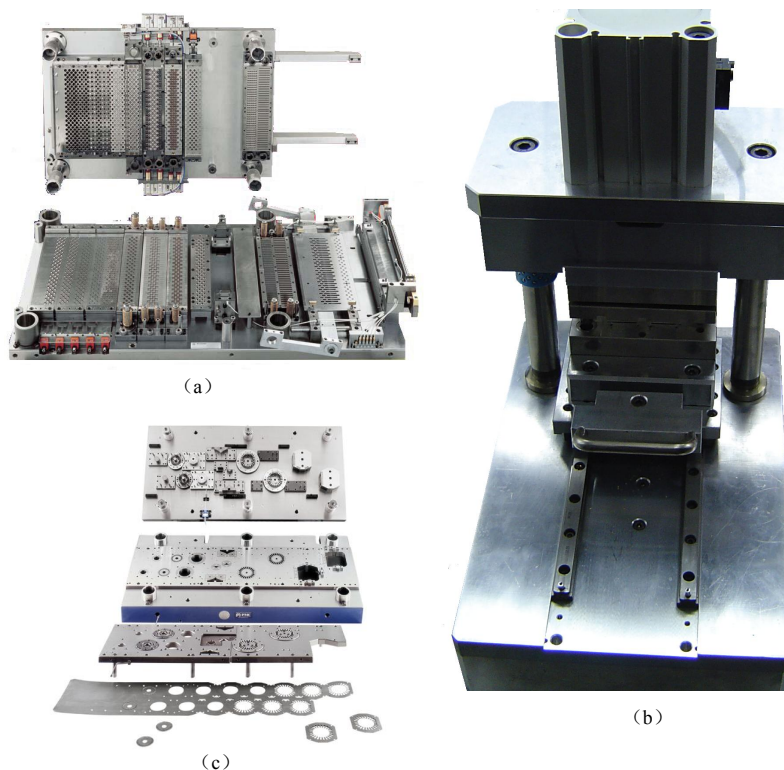

图 1-6 现代冲压模
① 发展高效模具：对于大批量生产用模具，应该向高效率发展。如果为了适应当前高速压力机的使用，应该发展多工位级进模以提高生产率，如图 1-6 (a) 所示的空调翅片级进模。
② 发展简易模具：对于小批量生产用模具，为了降低成本，缩短模具制造周期，应该尽量发展简易模具和组合模具，如图 1-6 (b) 所示的简易组合模。
③ 发展高寿命模具：高效率的模具必然需要高寿命，否则将造成频繁的模具拆装和整修，或需要更多的备模。为了达到高寿命的要求，除了模具本身结构优化以外，还要开发和新材料的选用和热处理、表面强化技术，如图 1-6 (c) 所示的马达铁芯硬质合金模。
④ 发展高精度模具：要实现模具的高精度，在模具设计与制造中一定要采用高精度加工设备和高技术加工工艺。因此，在当今的模具加工业，除了数控机床和加工中心机床外，模具计算机辅助设计 (CAD)、计算机辅助分析 (CAE)、计算机辅助制造 (CAM)、计算机集成制造 (CIM) 等高新技术也在快速发展。这些技术是提高模具设计与制造精度、提高生产效率、科学管理的有效措施。